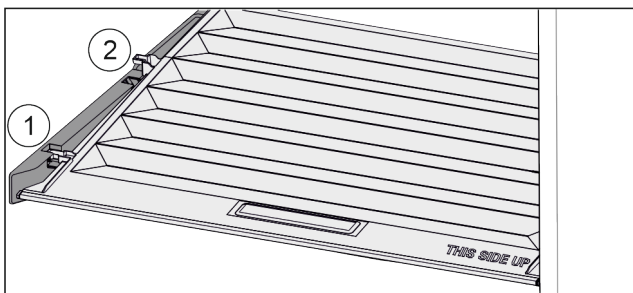

Fig. 108
- ▶ Deksel tot de opening in de vasthoud delen naar voren trekken Fig. 108 (1).
- ▶ Aan de achterkant vanaf de onderkant omhoog tillen en vanaf de bovenkant verwijderen Fig. 108 (2).